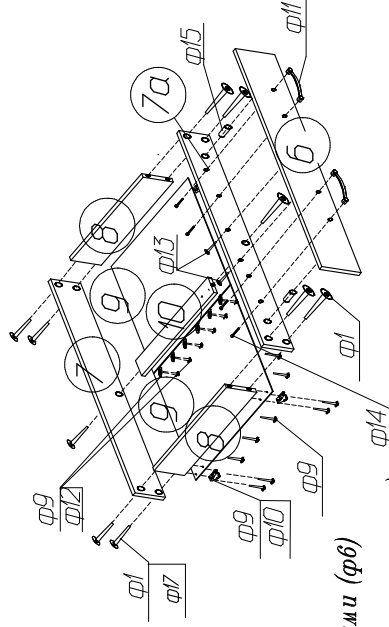

рис.2
4. Совершите ящик (детали 6-10, фурнитура ф.1,2,8,10-15) согласно рис.2